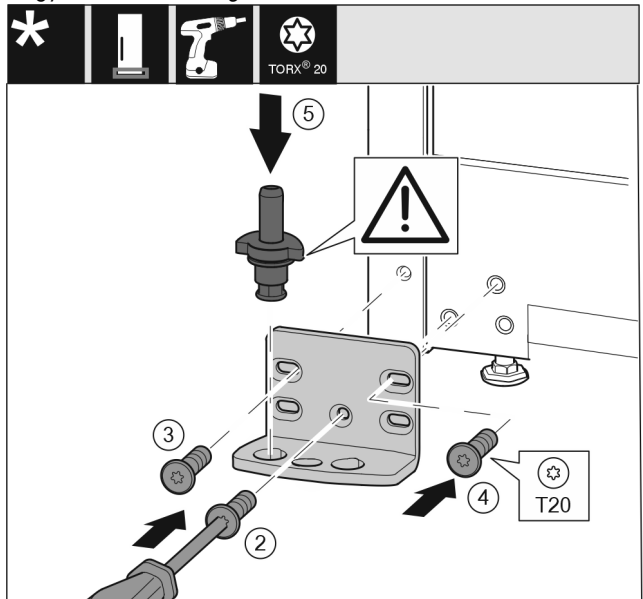

Fig. 19
- ▶ Helyezze fel a csapágybakot a másik oldalra, és csavarozza fel csavarhúzóval. Kezdje alul, a középső csavarral Fig. 19 (2).
- ▶ Húzza meg a csavart Fig. 19 (3) és a csavart Fig. 19 (4).
- ▶ Helyezze be teljesen a csapszeget Fig. 19 (5). Ügyeljen közben arra, hogy a reteszelő bütyök hátrafelé mutasson.